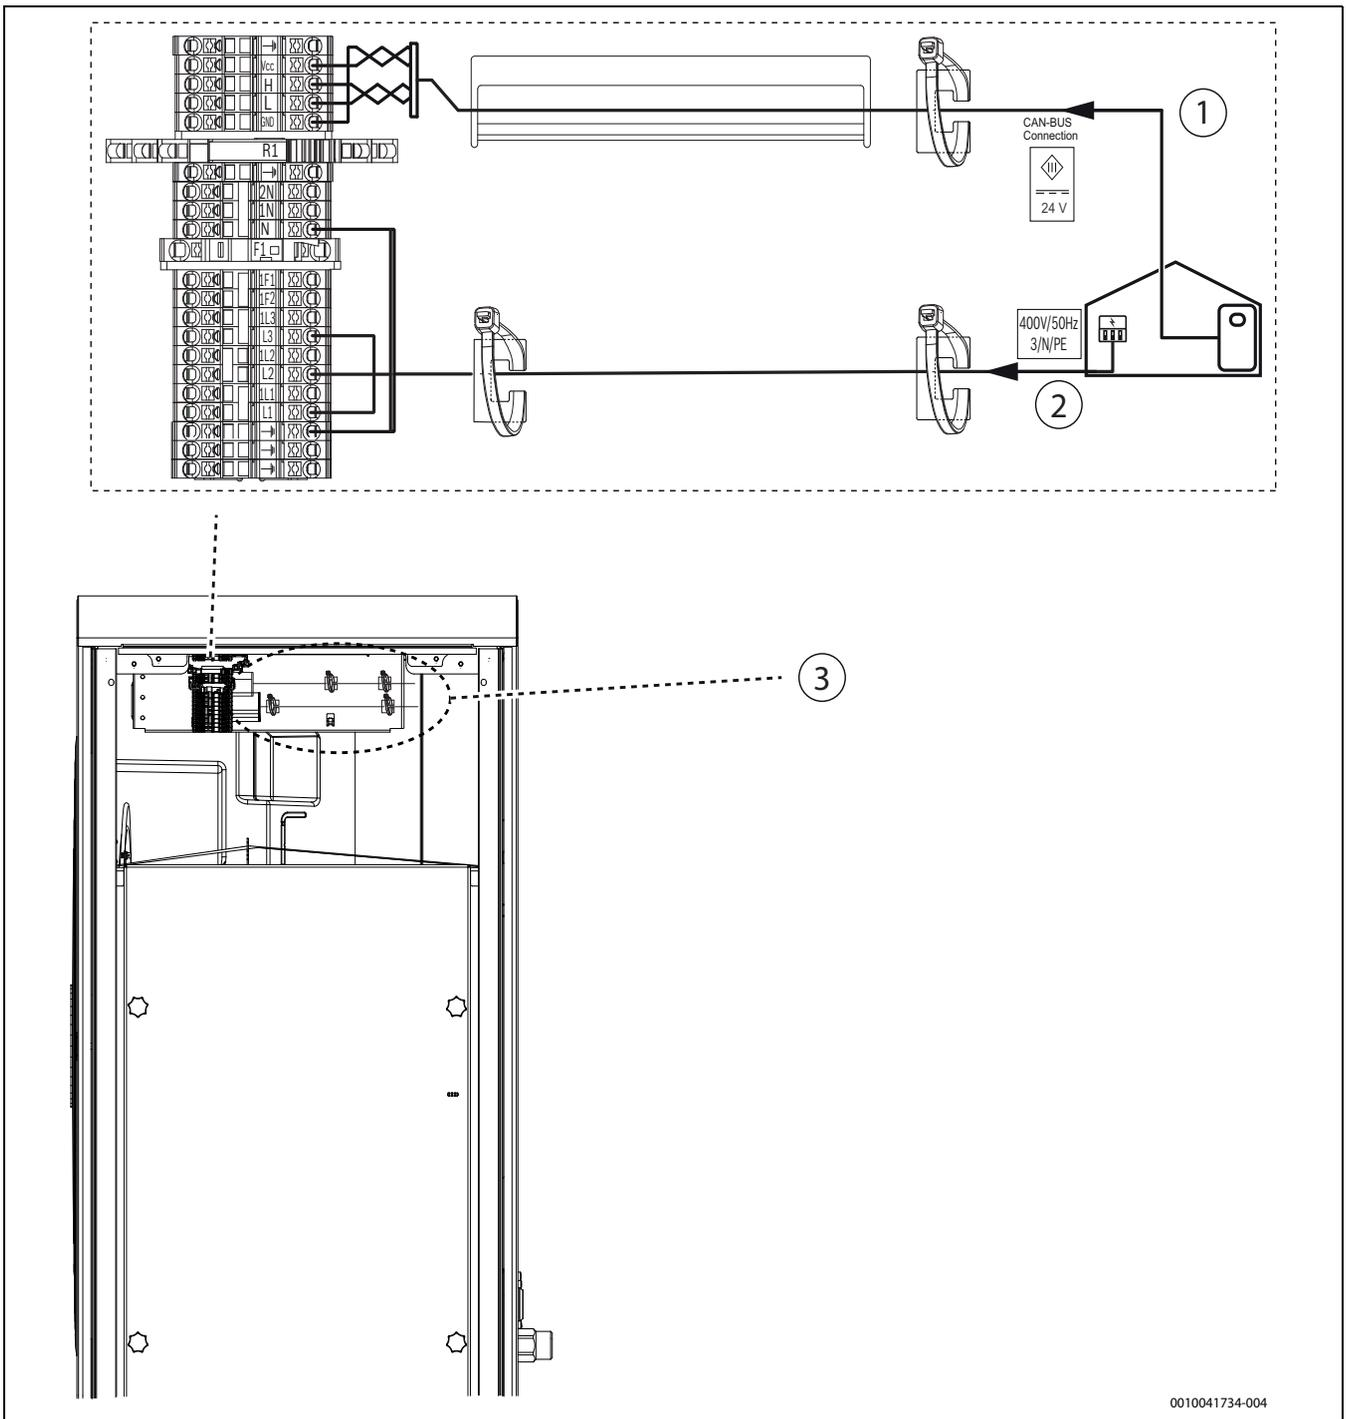

Bild 33 Anschlussklemmen am Installationsanschlussbereich
- ▶ Kabel entsprechend Bild 33 anschließen.